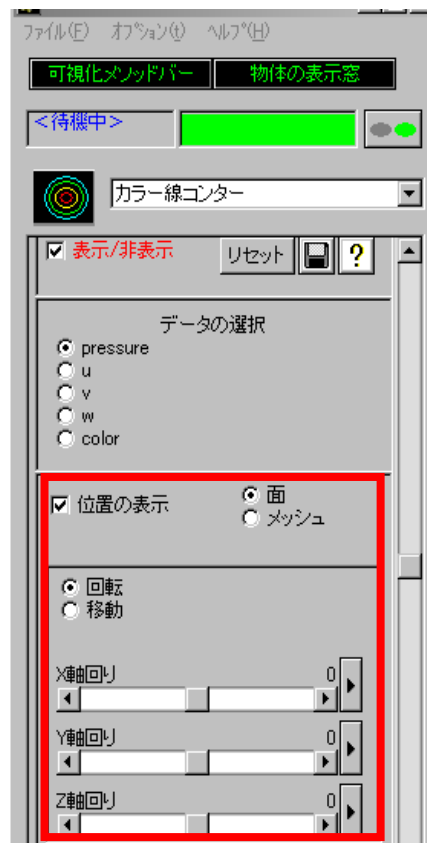

Fig.3-1-3 カラー線コンター (上半分)
まず、可視化メソッドバーで Fig.3-1-2 の赤枠内にある「カラー線コンター」を使用するので、クリックする。すると、図 3-1-3 のような「カラー線コンター」メソッドが表示される。
(1)切断面の位置を指定する(図 3-1-3 赤枠)。
次に、面の移動について。図 3-1-3 赤枠中段に回転と移動のラジオボタンがあり、回転が選択されているが、これを移動にする。すると赤枠内が図 3-1-4 のように変化する。